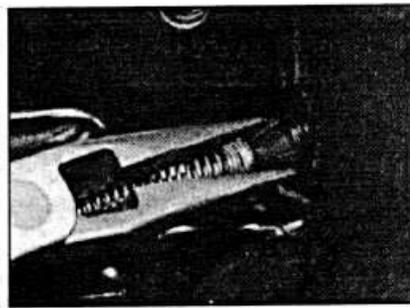

Рис. 9.58. Сжатие фиксаторов троса ручного тормоза для снятия его с тормозного щита.
- Сожмите выступы фиксатора троса ручного тормоза и извлеките его из тормозного щита. Отсоедините трос от скоб крепления и снимите его из-под автомобиля (см. рис. 9.58, 9.59).